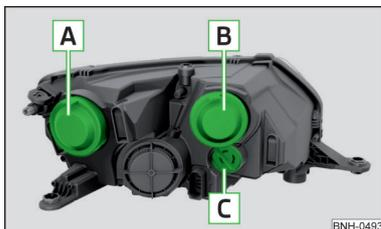

Fig. 184
emplacement des ampoules » fig. 184
- Retirer le recouvrement **A** » fig. 184 à la page 162.
- Replacer le recouvrement **A** » fig. 184 à la page 162.
- Retirer le recouvrement **B** » fig. 184 à la page 162.
- Replacer le recouvrement **B** » fig. 184 à la page 162.
- Retirer le recouvrement [B] » fig. 184 à la page 162.
- Replacer le recouvrement [B] » fig. 184 à la page 162.